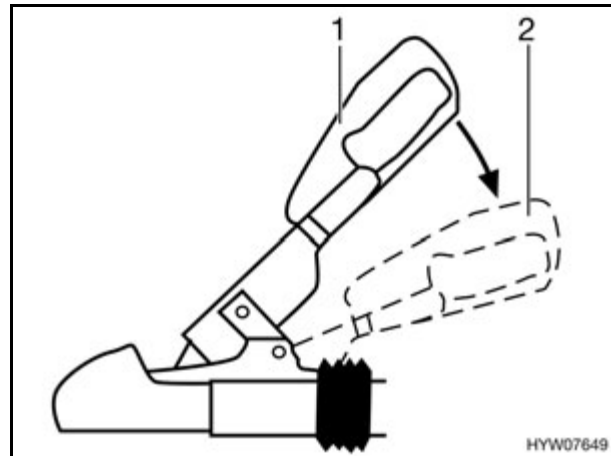

Fig. 153 Poignée de stabilisation
- Activer l'installation du dispositif de stabilisation. Appuyer la poignée d'attelage en position fermée (Fig. 153,1) jusqu'à la butée vers le bas (Fig. 153,2).